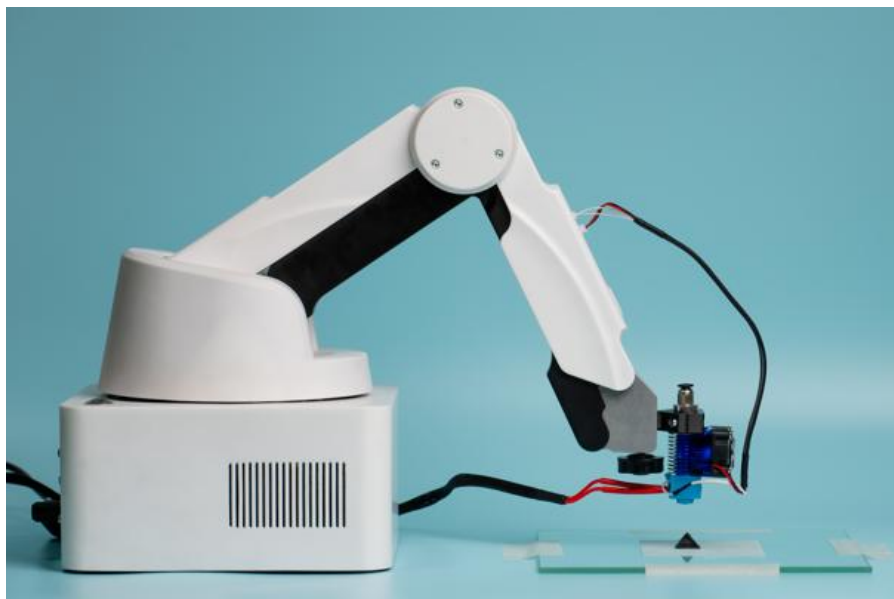

Рисунок 27 – Расположение защитного стекла
3. Подготовьте поверхность для 3D-печати (см. Рисунок 27):